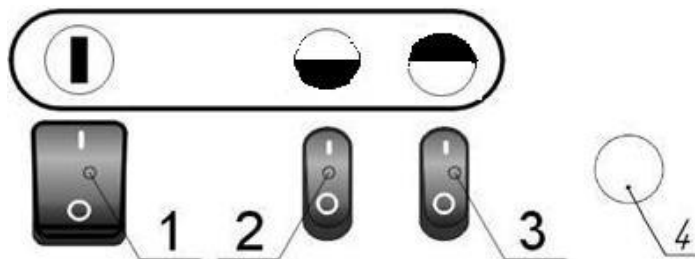

Рис.2. Задняя обечайка с пультом управления
На задней обечайке с пультом управления поз. 2 расположены выключатель сетевой поз. 1 (рис.2) и выключатели нагревателей поз. 2 и 3 (рис. 2) и лампа индикаторная автопродува 4.
7.1.1 Для включения тепловентилятора в режим вентиляции необходимо включить клавишу сетевого выключателя (поз.1 рис.2) в положение “”, при этом включается вентилятор и загорается подсветка клавиши.
Для работы в режиме 2 установить клавиши поз. 2 и 3 (рис.2) в положение “” “”